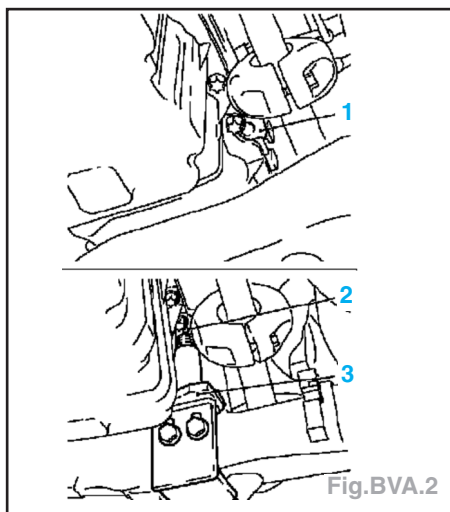

Fig.BVA.2
- Monter l'outil KM-6173 (3) sur le corps d'essieu AV, lever par rotation le palier d'appui (2) jusqu'à ce que le tenon se trouve à fleur du logement (1) sur le bloc moteur (Fig.BVA.2).